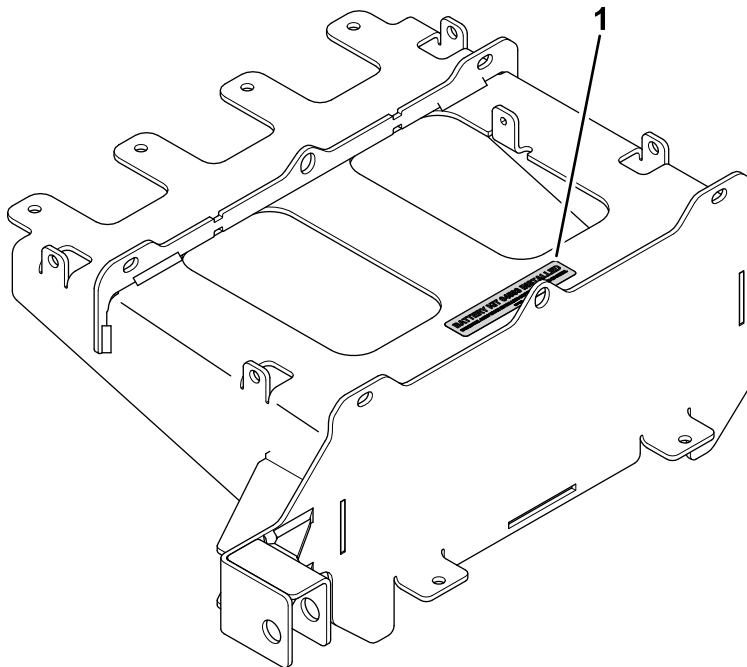

Figur 19
3. Monter to skumstykker (37 cm) på den nedre monteringsplaten (Figur 19).